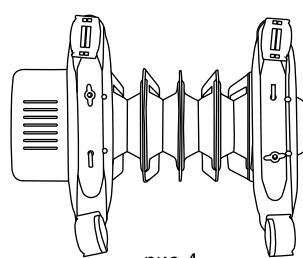

рис. 4
- Соединить одну из опорных ножек (2) с двумя роликами (1).
- Закрепить гайками (3).
- Перевернуть обогреватель нижней частью вверху, как показано на Рис. 4.
- Продеть металлический держатель (4) через фиксатор.
- Прикрепить опорную ножку с колесиками посредством металлического держателя (4) и винтов (5) к нагревателю.